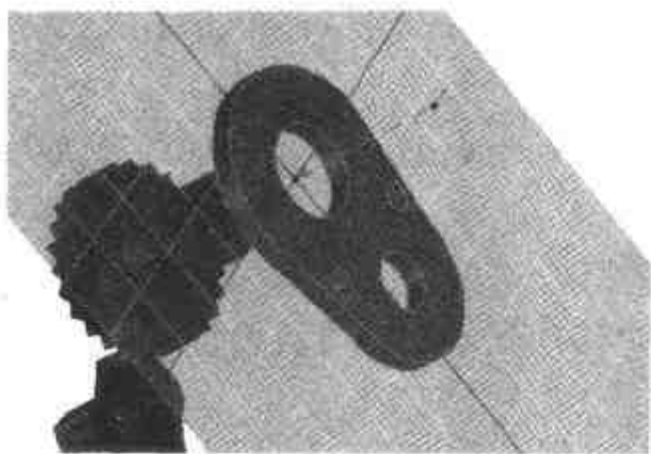

图 5.37 添加压盖的智能动画
- (1) 首先添加压盖的动画。在零件编辑状态下选择压盖, 单击【智能动画】按钮, 后弹出【智能动画向导】对话框。
- (2) 选择【移动】单选按钮, 并选择 along height direction 选项, 将移动距离改为 1, 单击【完成】按钮, 出现如图 5.37 所示的轨迹黄线。